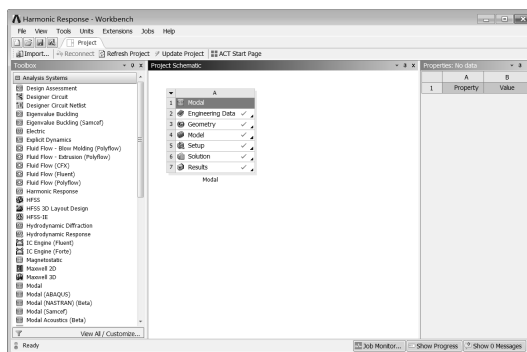

图 7-2 打开文件
Step2：如图 7-2 所示，单击 Workbench 窗口中的 按钮，在“打开”对话框中选择 Modal 文件，单击“打开”按钮，读入模态分析工程文件。